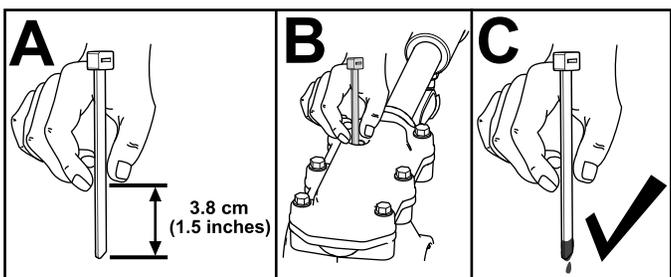

Bild 34
3. Überprüfen Sie den Ölstand mit einem geeigneten Messgerät, z. B. einem sauberen Kabelbinder. Das Öl sollte ca. 3,8 cm unter der Einfüllöffnung liegen (Bild 34).